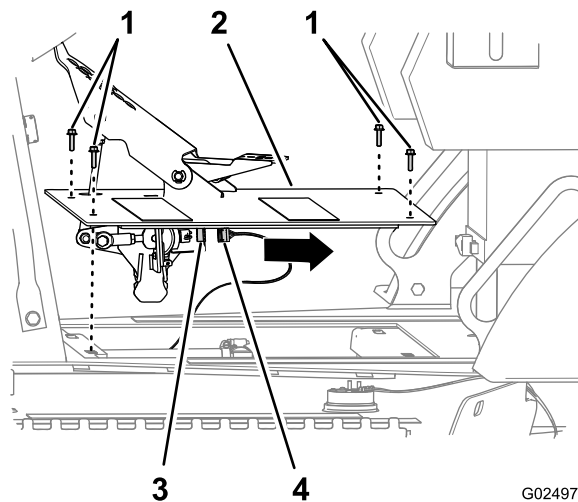

Figura 110
1. Remova os 4 parafusos sextavados flangeados que fixam aquele conjunto de pedal de tração ao chassi da máquina (Figura 110).
2. Solte o conector fêmea de 6 vias (do chicote da máquina) do conector de 6 pinos do sensor do pedal de tração (Figura 110).
3. Remova o conjunto de pedal de tração da máquina (Figura 110).
1. Conecte o conector fêmea de 6 vias (do chicote da máquina) ao conector de 6 pinos do sensor do pedal de tração (Figura 110).
2. Alinhe os orifícios na placa do conjunto de pedal de tração com os orifícios no chassi da máquina (Figura 110).
3. Prenda o conjunto de pedal de tração ao chassi da máquina com os 4 parafusos sextavados flangeados (6 x 25 mm); consulte o tópico Figura 110.